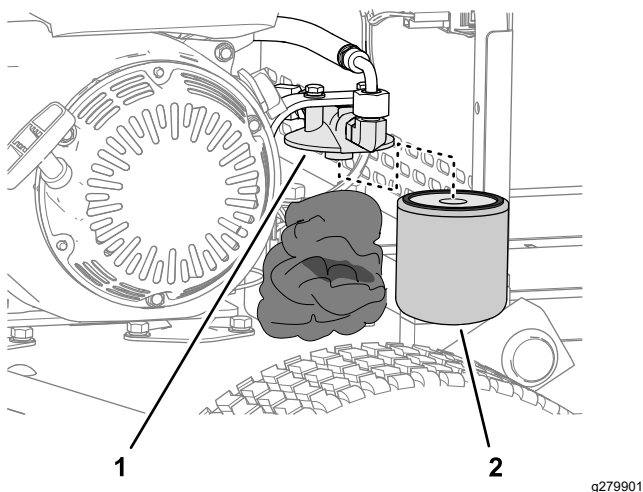

Рисунок 38
2. Поместите ветошь под гидравлический фильтр (Рисунок 38).
3. Осторожно снимите гидравлический фильтр (Рисунок 38).
5. Установите фильтр на головку фильтра вручную (Рисунок 38) так, чтобы прокладка соприкоснулась с головкой фильтра, затем поверните фильтр еще на $\frac{3}{4}$ оборота.